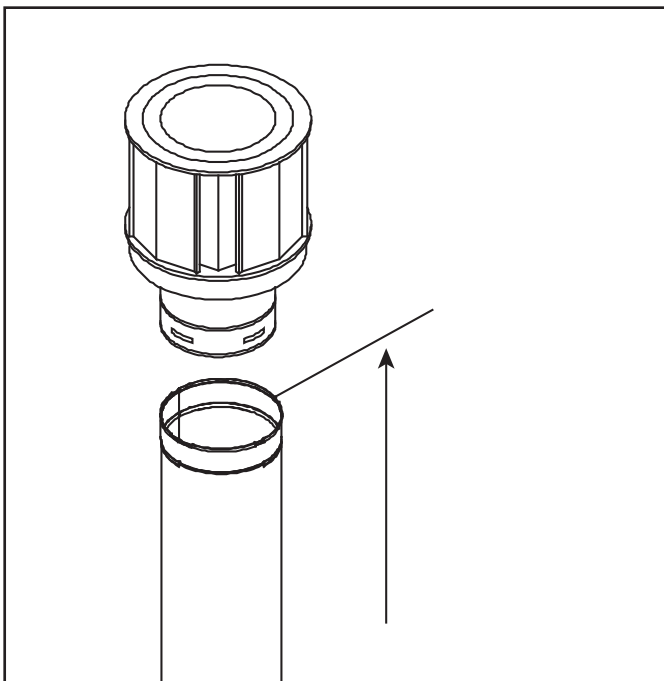

Figure 4.7. Mesure à l'extrémité supérieure de la dernière section du tuyau
- Les extrémités verticales doivent être mesurées à partir de l'extrémité supérieure de la dernière section du tuyau. Voir la figure 4.7.